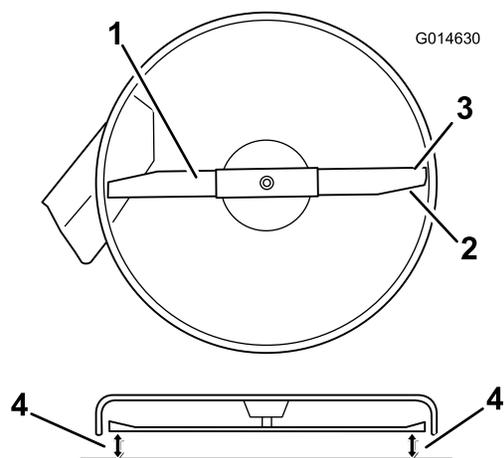

Figura 50
4. Girate con cautela la(e) lama(e) in modo che sia(no) disposta(e) lateralmente (Figura 50).
5. Misurate la distanza tra i taglienti esterni e la superficie piatta (Figura 50). Se entrambe le misure non rientrano nella tolleranza di 5 mm è necessario regolare; proseguite l'operazione.